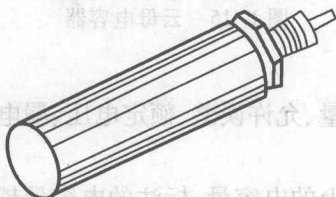

图 1-12 铝电解电容器
(1) 铝电解电容器。铝电解电容器是电路中应用较多的一种,其正极为附有氧化膜的铝箔,负极为电解质。特点是电容量大,成本低,但工作温度范围低,损耗也大。常用于电子装置及家用电器等工作温度范围较窄、频率性能要求不高的场合。铝电解电容器的外形如图 1-12 所示。